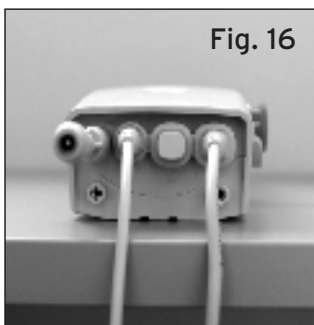

Fig. 16
1. Collegare l'estremità del cavo di prolunga nella presa destra dell'unità. Collegare la spina del telecomando nella presa corrispondente dell'unità di controllo, rispettando il verso del dente di riferimento (Fig.16)